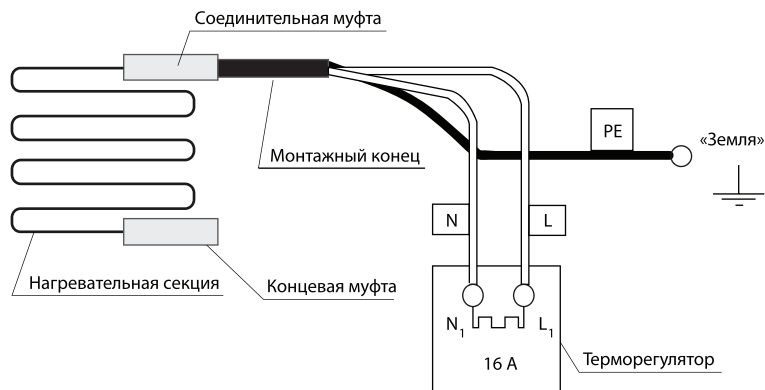

Рисунок 5. Подключение нагревательной секции
8.1. Для правильного подключения нагревательной секции к терморегулятору необходимо следовать инструкции. Перед подключением нагревательной секции к терморегулятору убедитесь, что на монтажных концах присутствуют бирки с маркировкой (рисунок 5).